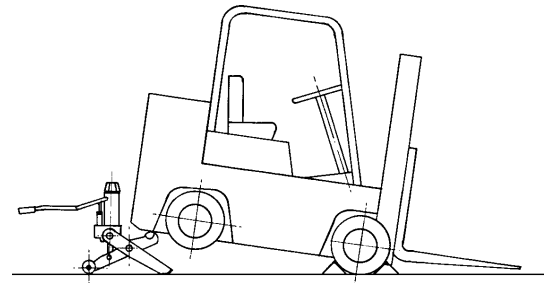

Figura 5
1. Coloque el gato al centro del camión de carretilla elevadora. Consulte la Figura 5.